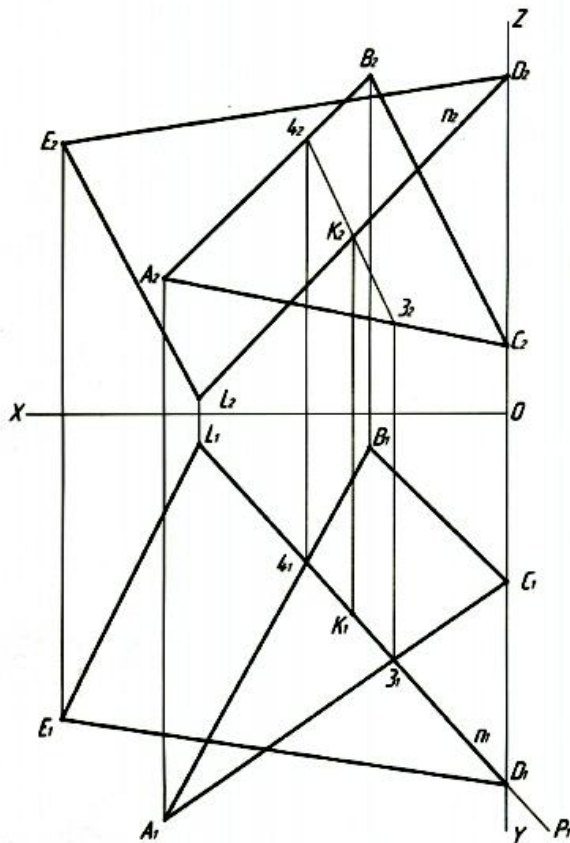

Рис. 3. Построение точки  $K$  — точки встречи перпендикуляра  $n$  с плоскостью  $R(ABC)$  и нахождение точки  $L$
3. Построить точку  $K$ — точку встречи перпендикуляра  $n$  с плоскостью  $R(ABC)$   $[K = n \cap R(ABC)]$ . Завершить построение треугольника  $DEL$ , построив точку  $L$ . Точка  $L$  принадлежит перпендикуляру  $n$   $[L \in n]$ . Точка  $D$  симметрична точке  $L$  относительно плоскости  $R(ABC)$   $[DK \cong KL]$  (рис. 3).
Получив точку  $K$ , мы можем построить точку  $L$ . Так как, точка  $D$  симметрична точке  $L$  относительно плоскости треугольника  $ABC$ , то откладываем  $KL = DK$ . Сначала строим горизонтальную проекцию  $L_1$ , а затем с помощью ЛПС находим фронтальную проекцию  $L_2$  или наоборот (рис. 3).